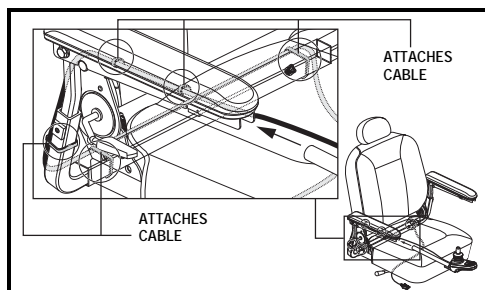

Figure 11. Chemin câbles du contrôleur
10. Faites passer le câble du contrôleur le long du cadre du siège et fixez-le avec des attaches pour fil. Voir la figure 11.